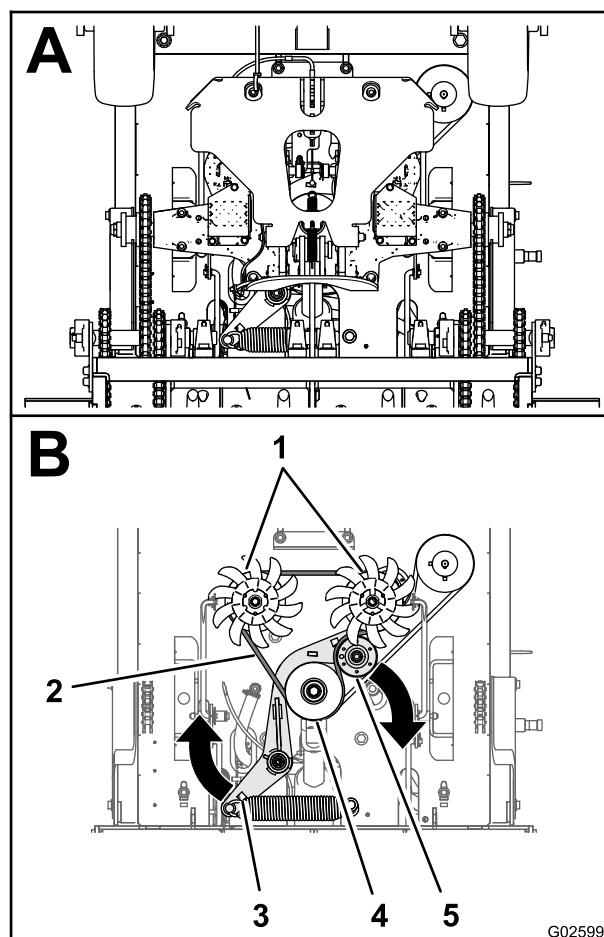

Figure 52
2. Insérez une barre de levier dans le trou du support de tension de la courroie et déplacez le support vers l'extérieur et l'avant (Figure 52).
3. Déchaussez la courroie d'entraînement de transmission des poulies du moteur, de tension et de transmission (Figure 52).
4. Acheminez la nouvelle courroie d'entraînement de transmission autour des poulies du moteur, de tension et de transmission comme montré à la Figure 52
5. Relâchez le support de tension de la courroie pour permettre au ressort de tendre la courroie (Figure 52).